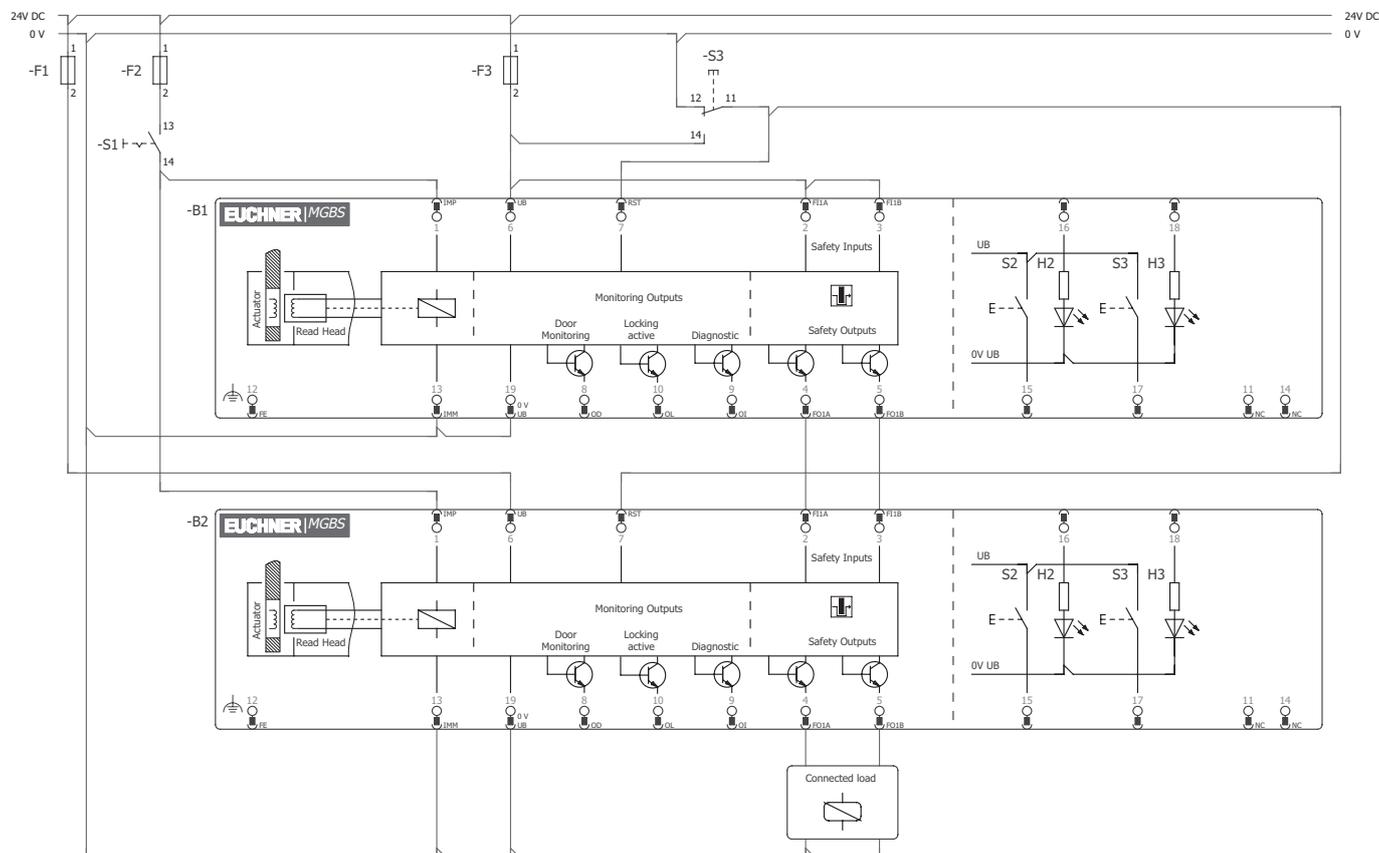

Fig. 6 : Exemple de raccordement pour utilisation en série ; version avec connecteur M23
- ▶ Il faut utiliser un signal commun pour tous les modules d'interverrouillage en série. Cela peut être un inverseur ou encore la sortie d'une commande / d'un automate. Un bouton ne convient pas car la réinitialisation en cours de fonctionnement doit toujours être sur GND (voir l'interrupteur S3 sur la Fig. 6 à la page 29).
Pour que cela soit possible, l'entrée RST doit être connectée comme indiqué sur la Fig. 6 à la page 29.